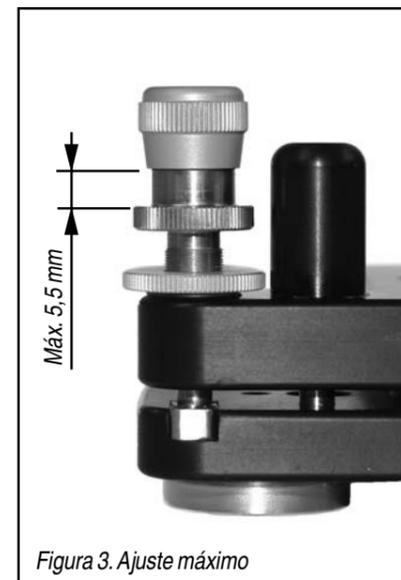

Figura 3. Ajuste máximo
**Importante:** El tornillo de ajuste preciso (C) no puede sobrepasar su posición máxima (Máx.) (figura 3). Las roscas podrían dañarse.
1. Compruebe que el tornillo de bloqueo (A) esté apretado.
2. Ajuste con el tornillo de ajuste preciso (C) al valor deseado.